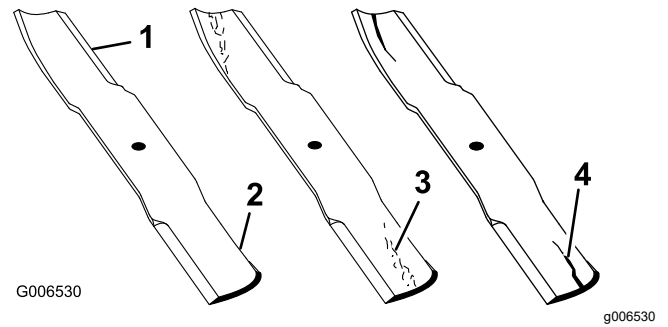

図 58
1. 刃先の部分を点検する 図 58。
4. ひび、磨耗、割れの発生などがあれば、直ちに新しいブレードに交換する 図 58。